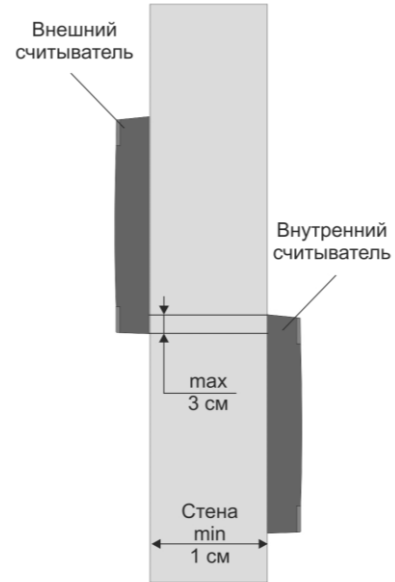

Рисунок 5. Крепление считывателей с разнесением по вертикали.
- Если толщина стены менее 10 см (например, стеклянная панель), то считыватели необходимо разнести по вертикали (рис. 5). Максимальное наложение одного считывателя на другой по вертикали – 3 см (антенны не должны пересекаться).